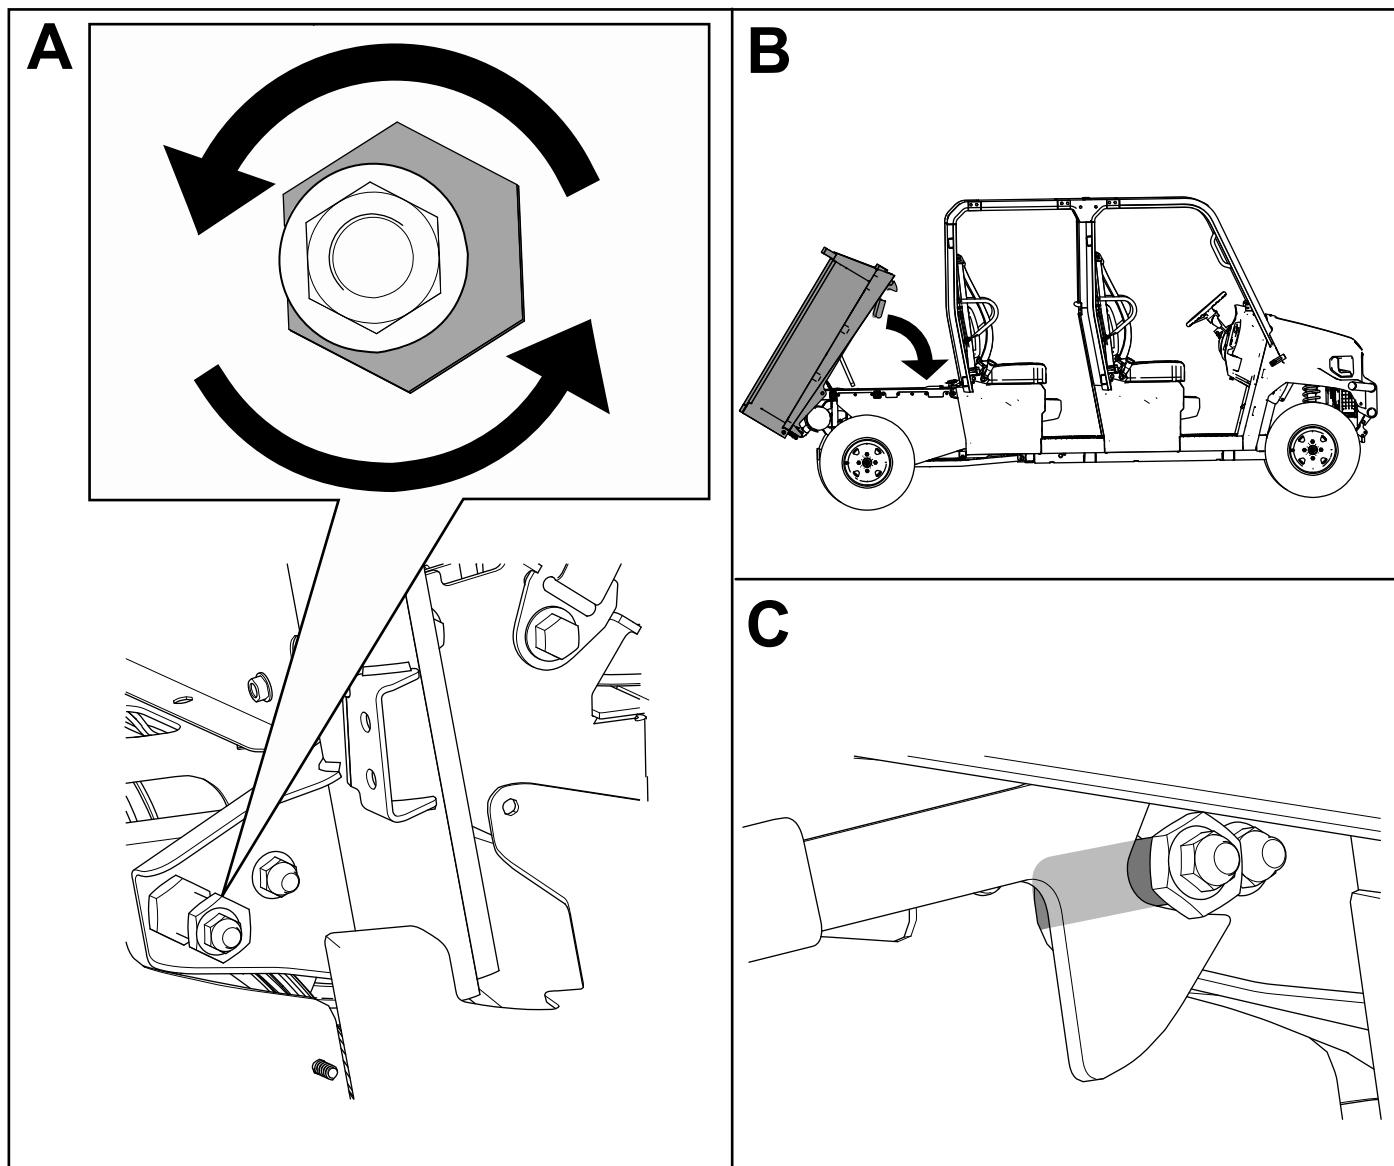

**Figura 69**
29. Instale las contratuerca ( $\frac{3}{8}''$ ) y los pasadores de cierre que retiró anteriormente en los tubos traseros izquierdo y derecho del bastidor (Figura 69).